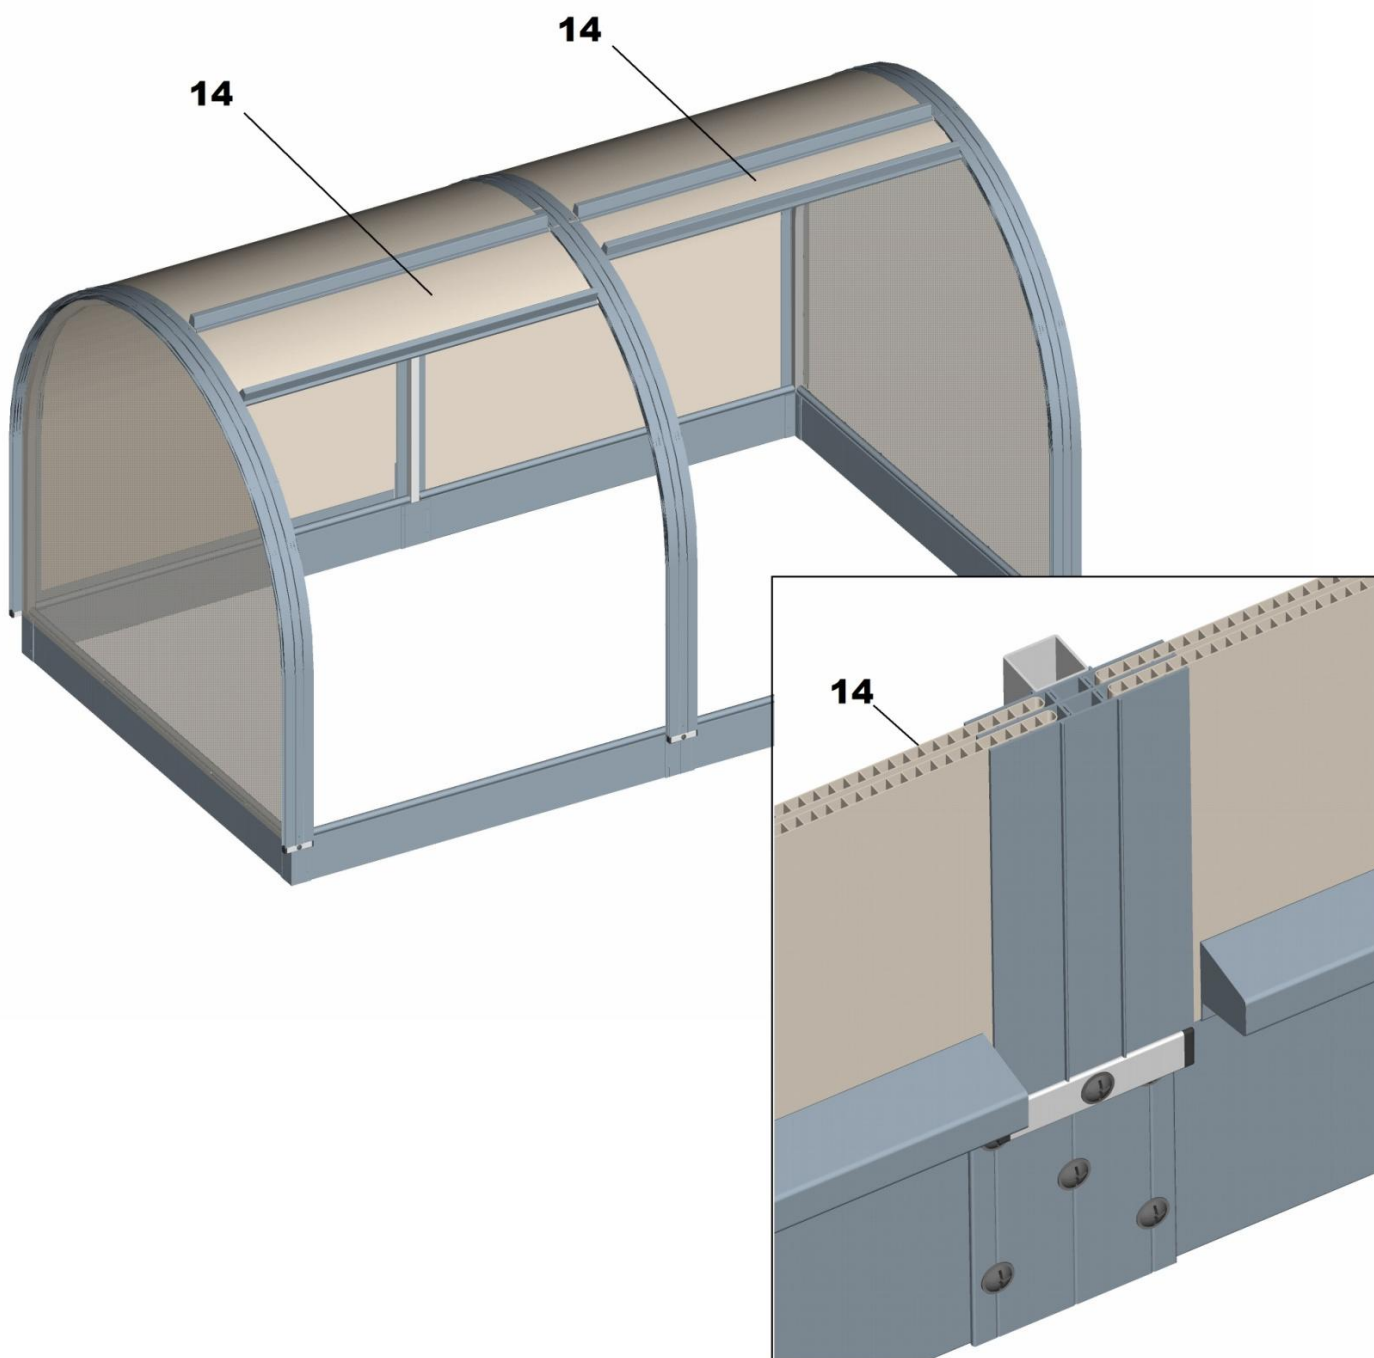

Рис. 3.11
11. Отстегните средние направляющие профили с одной стороны мини-парника примерно наполовину длины. Аккуратно заведите нижние сдвижные листы СПК (поз. 14) в открывшиеся зазоры между нижними и средними направляющими профилями (рис. 3.11). Рукоятка сдвижного листа СПК должна быть ориентирована вниз и наружу. Защелкните направляющие профили.